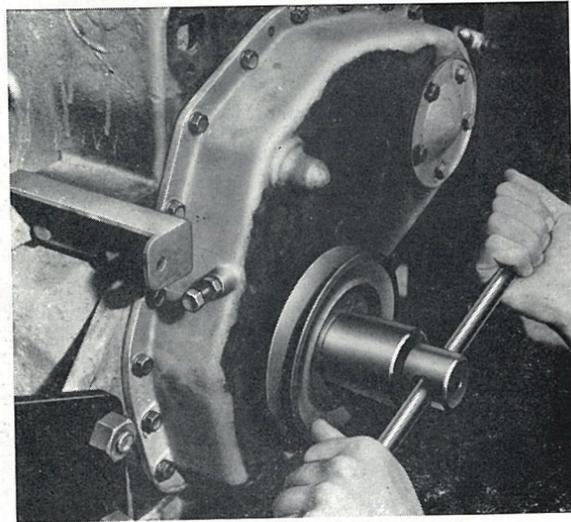

FIG. 15
3. Oter la dent de loup à l'aide de l'outil de service FTB 16 (fig. 15). Ouvrir le frein d'écrou, puis engager la 4e vitesse, bloquer les freins et dévisser la dent de loup.